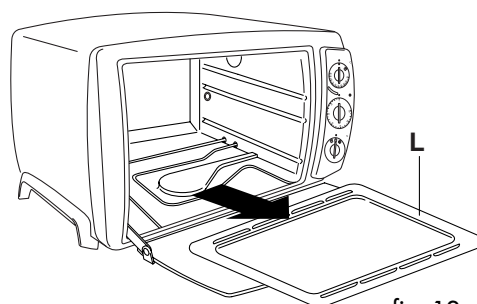

fig. 12
Verwijder de kruimellade (L) door hem naar u toe te trekken (zie fig. 12). Indien deze handeling moeilijkheden oplevert, bevochtigt u de buitenkant van de lade. Verwijder eventueel vuil met een vochtige doek.